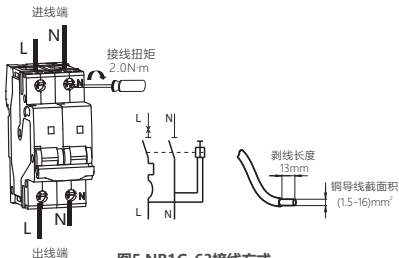

图5 NB1G-63接线方式
5.4 适用于铜导线连接，导线选择见表1，接线方式及剥线长度示意如图5